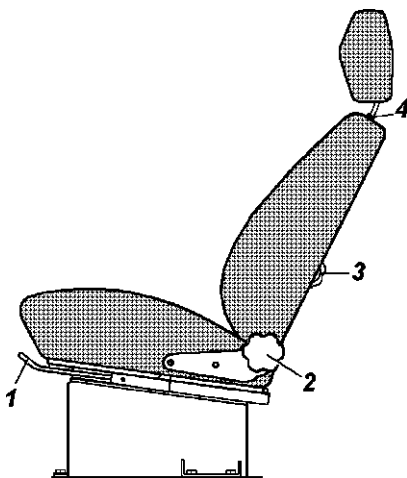

Рис. 3.15. Переднее сиденье:
Регулировка **передних сидений** в продольном направлении осуществляется с помощью рычага 1 (рис. 3.15): поверните рычаг вверх, переместите сиденье и отпустите рычаг.
-снимите подголовники с передних сидений, переместите сиденья в крайнее переднее положение и вращением ручек 2 (рис. 3.15) наклоните спинки назад.